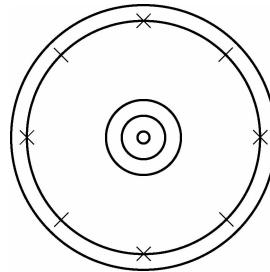

图 3-44 等分圆(一)
(6) 将半径为 500 mm 的圆等分成 8 份, 如图 3-44 所示。